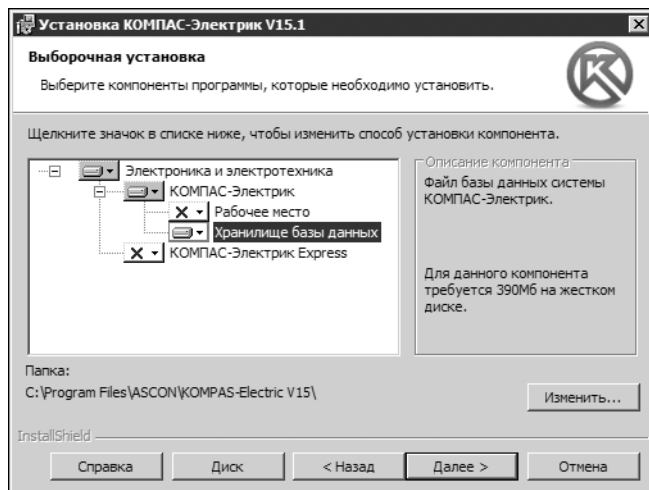

Рис. 0.5. Установка хранилища базы данных
2. В диалоге **Выборочная установка** (рис. 0.5 на с. 28) отключите установку компонента **Рабочее место**.